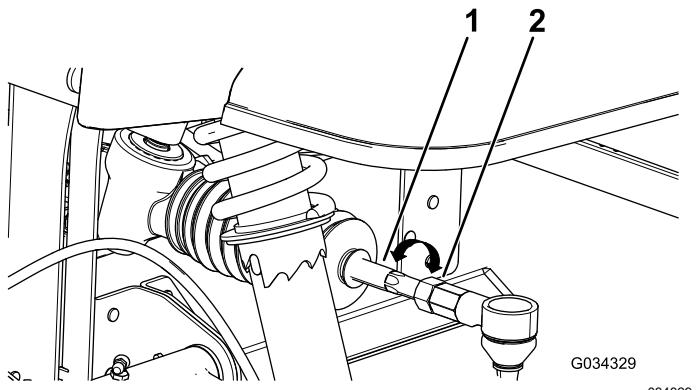

図 47
4. 前後の測定値の差が所定範囲 $0 \pm 3\text{mm}$ にならない場合は、タイロッドの外側端部にあるジャムナットをゆるめて調整を行う図 47。